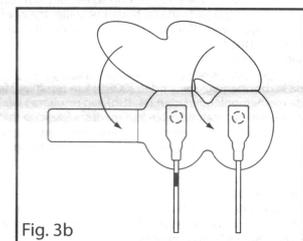

Fig. 3b
- Siehe Abb. 3b. Klappen Sie die obere Hälfte der Klebefläche nach unten auf die Sensorpads.